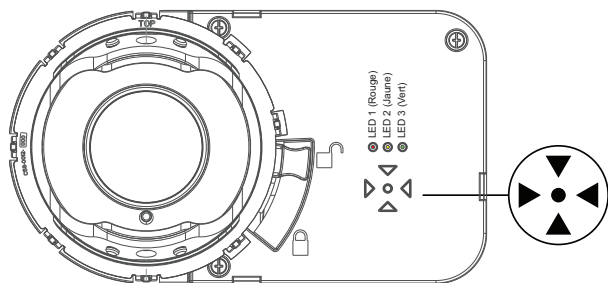
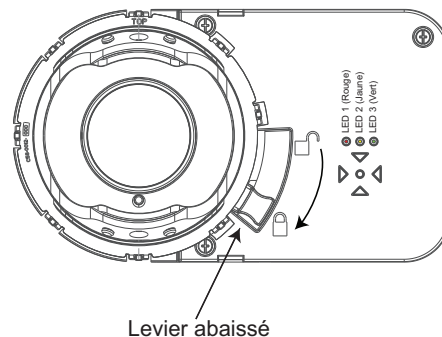

Figure 3-19: Ensemble de flèches
Figure 3-21: Verrouillage et fixation du globe
* Se reporter à la Figure 3-19 et à la Figure 3-21 pour les LED 1, 2 et 3.